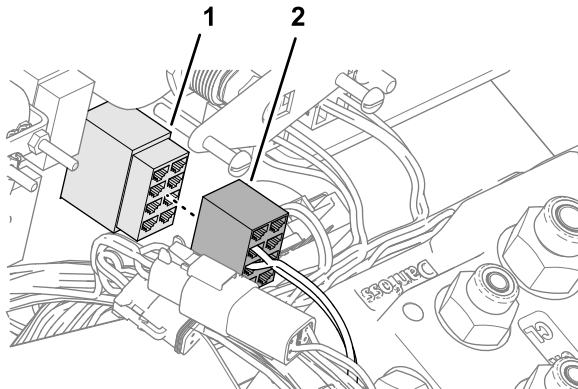

Figure 93
- Branchez le connecteur à 8 douilles du faisceau de câblage du kit étiqueté ROAD SWITCH (Figure 93) dans le commutateur à 2 positions que vous avez installé à l'étape Montage du commutateur routier sur le tableau de bord (page 32).